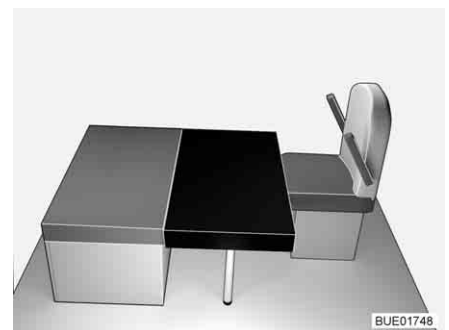

Bild 125 Efter ombyggnaden
- Lägg den rektangulära extra dynan på bordet (framför sittbänkens siddyna, se Bild 125). Urklippet i den extra dynan ligger då vid den främre stödväggen.